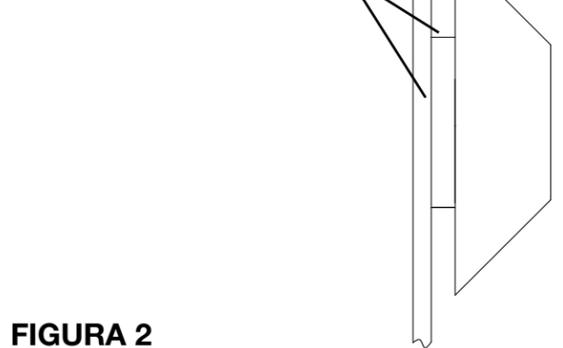

FIGURA 2
- 8) Con masilla RTV de silicón, calafatee completamente alrededor de la junta de la cubierta / pared en la parte superior y ambos costados. La masilla no deberá ser aplicada a la junta inferior (vea la figura 2).